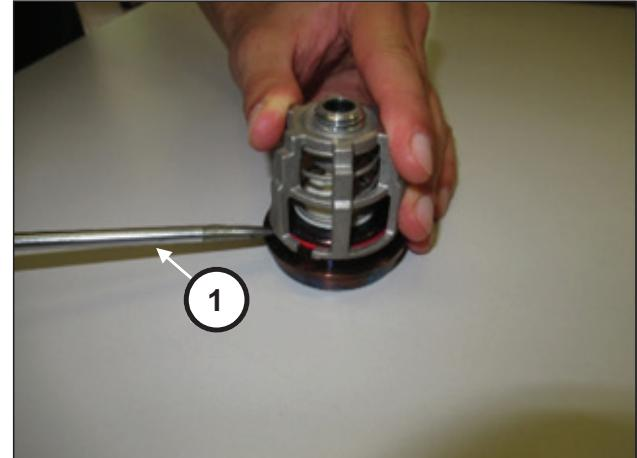

Fig. 114
Desmonte os grupos de válvulas de aspiração e descarga fazendo alavanca com ferramentas comuns (pos. ①, Fig. 114).